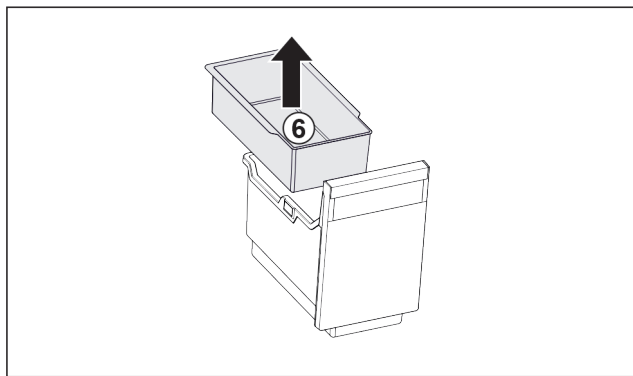

Fig. 19
- Võtke riputusliud Fig. 19 (6) välja.